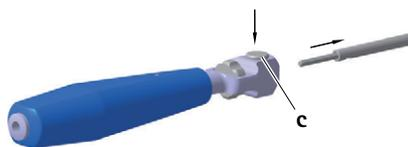

Рис. 2
- ▶ Нажать нажимную кнопку с и снять ручку 1, см. Рис. 2.